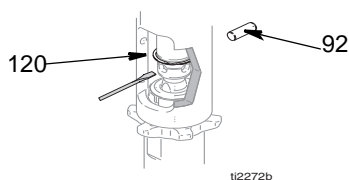

FIG. 7
3. (Fig. 7) Rimuovere il flessibile di aspirazione (114) e il flessibile della vernice (63) (rimuovere all'estremità girevole).